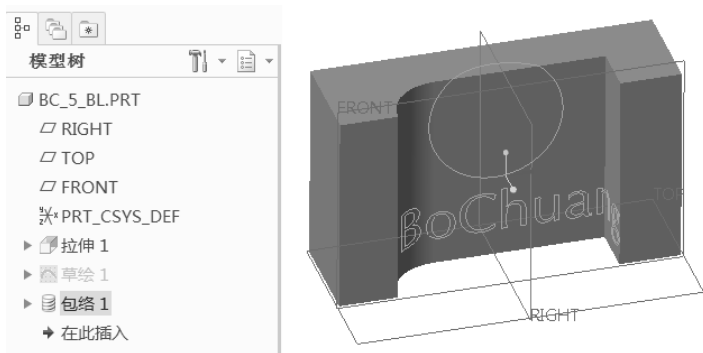

图 5-201 创建包络基准曲线
- 4) 在“包络”选项卡中单击 (完成) 按钮，草绘基准曲线被包络到选定的曲面上，同时“草绘 1”被自动隐藏，如图 5-201 所示。